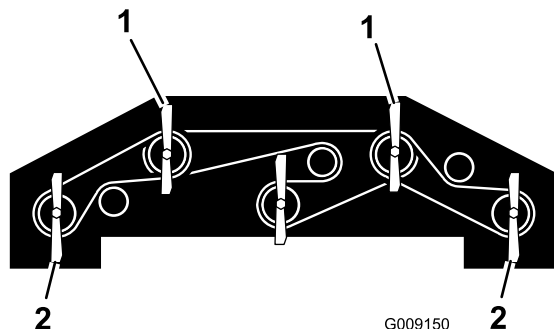

図 93
1. 前デッキの両外側のブレード2枚と左右のウイングレットのブレードをまっすぐ前後方向に向ける 図 93。